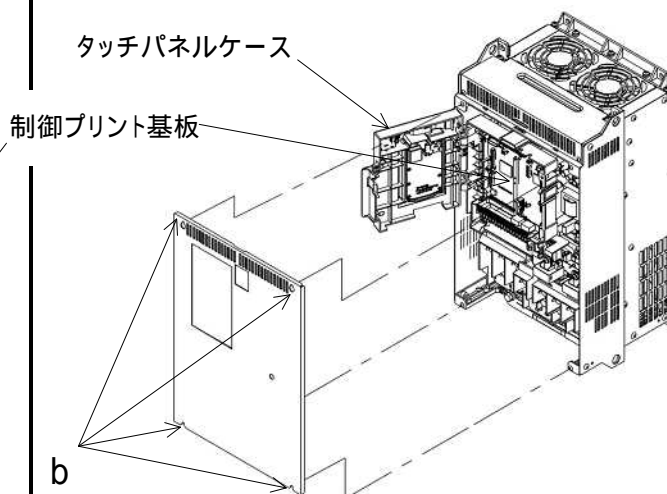

図 2.1-2 前カバーの取外し方法
- (1) 図 2.1-2 のように、b 部の表面カバー取付けネジ (容量により個数は異なります) を外し、表面カバーを取り外してください。
- (2) タッチパネルケースを開けてください。
- (1) 制御プリント基板のオプション取付け用金具の3カ所"a"~"c"に、付属のスペーサ"d"(3本)を取り付けます。
- (2) 本インタフェースカードのコネクタ(CN1)が制御プリント基板のコネクタ(B-port)に接続するように、インタフェースカードを取り付けます。
- (3) 付属のねじ"e"(3本)を締めてインタフェースカードを固定します。
- (4) 図 2.1-1, 図 2.1-2 の「前カバーの取外し方法」を参照して、前カバーを取り外した手順と逆に取り付けます。
- (1) 制御プリント基板のコネクタ(D-port)に、デジタル 16bit オプションを取り付けます。
- (2) デジタル 16bit オプションの取付け用穴(①～⑥)の①と②にデジタル 16bit オプション付属のねじ"a"(2本)を、③～⑥にスペーサ"b"(4本)を取り付けます。
- (3) 制御プリント基板のオプション取付け用金具"c"には、インタフェースカード付属のスペーサ"d"(1本)を取り付けます。
- (4) 本インタフェースカードのコネクタ(CN1)が制御プリント基板のコネクタ(B-port)に接続するように、インタフェースカードを取り付けます。
- (5) 付属のねじ"e"(3本)を締めてインタフェースカードを固定します。
- (6) 図 2.1-1、図 2.1-2 の「前カバーの取外し方法」を参照して、前カバーを取り外した手順と逆に取り付けます。